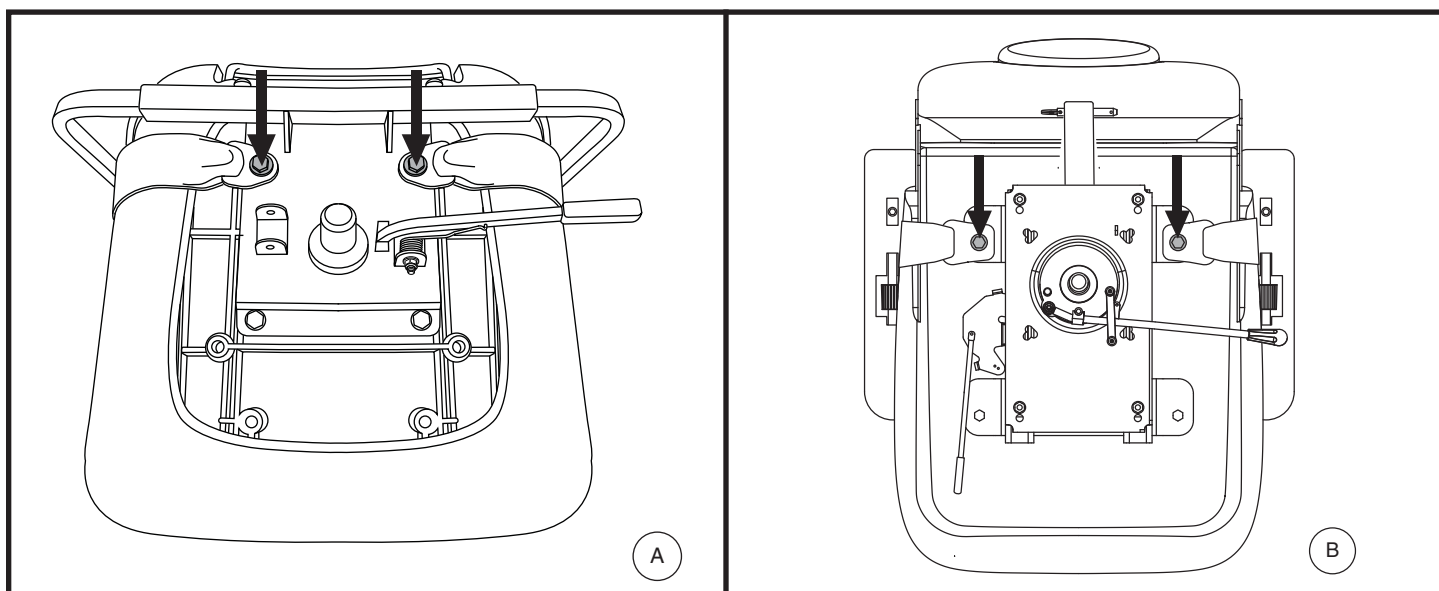

Figure 19. Boulons du ceinture de positionnement
2. Placez le siège à l'envers pour faire face à sa base. **Voir la figure 19.**